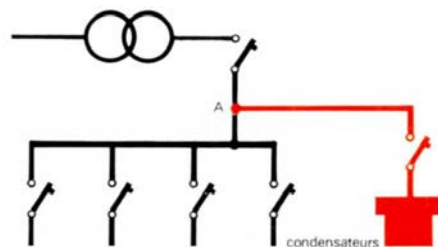

fig. 2 : compensation générale
- soit à l'arrivée BT, en compensation générale (fig. 2),